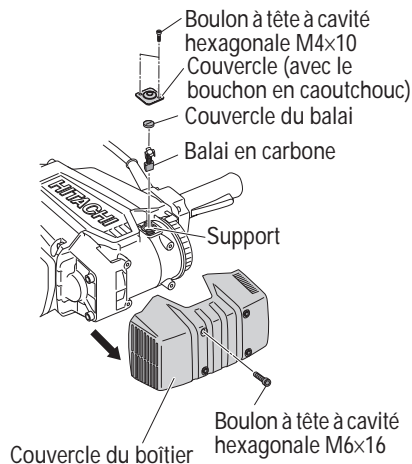

Fig. 10
5. Remplacement des balais carbone (Fig. 10)